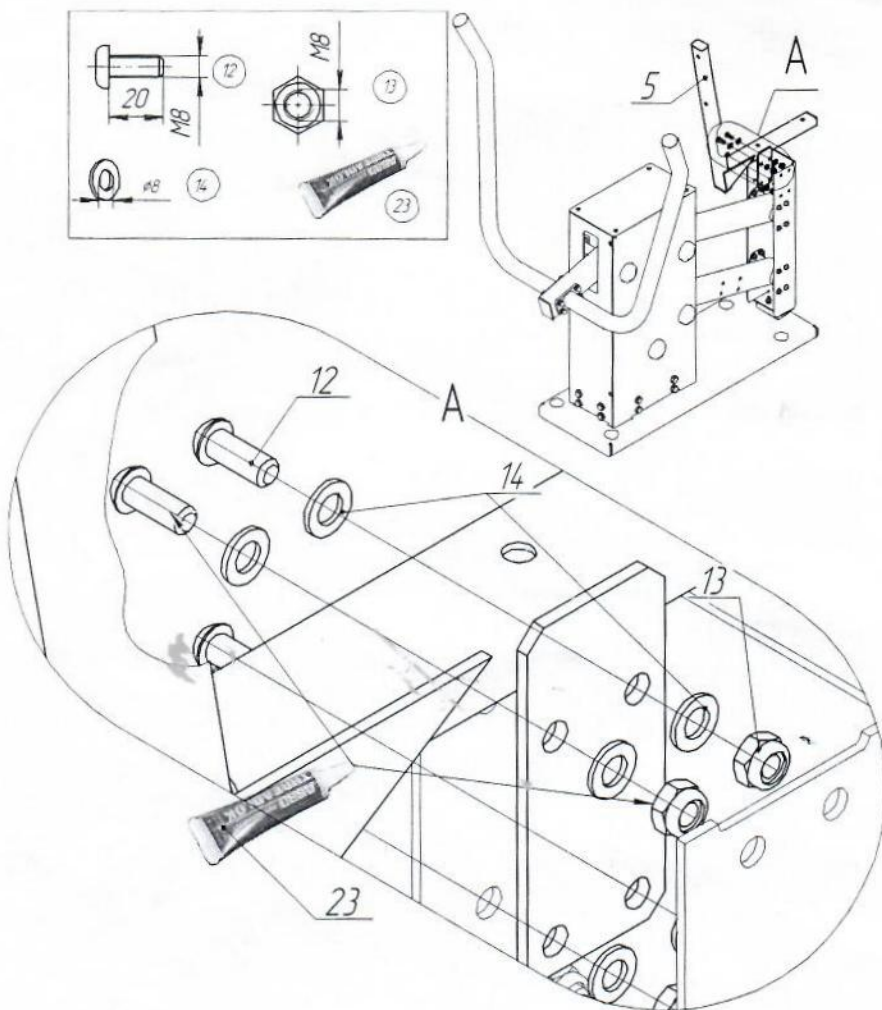

Рис.6
12.3.3.2 Установить сиденье (рис.6, 8, 9)
12.3.3.2.1 Установить кронштейн правый (рис.6) при помощи винтов поз.12, шайб поз.14 и гаек поз.13.